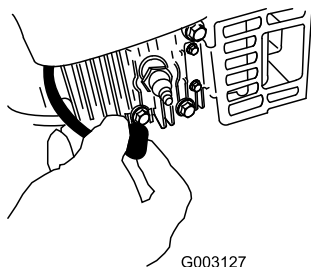

Figura 41
2. Staccate il cappellotto dalla candela (Figura 41) prima di eseguire interventi di manutenzione.